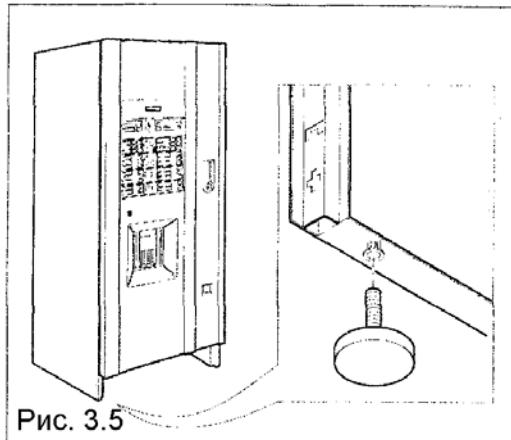

Рис. 3.5
- Освободите поддон и вставьте 4 ножки в отверстия с резьбой (рис. 3.5), освобожденные от винтов (A)